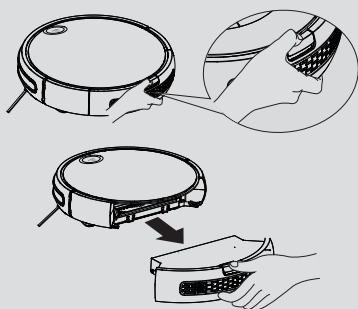

Fig. 4
2. Premere il pulsante di sblocco contenitore e rimuovere il contenitore raccogli-polvere dal Robot. [Fig. 4]